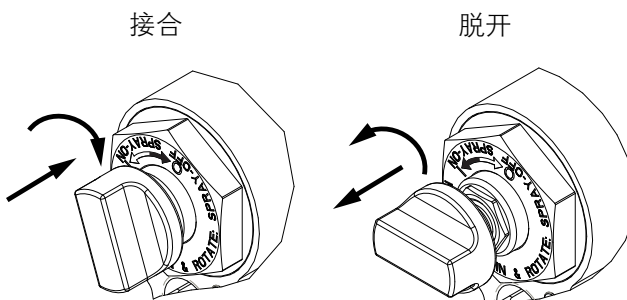

图 6 活塞安全锁
- 锁上活塞安全锁。参见图 6。
将旋钮推入并顺时针旋转。合上后，便无法启动喷枪。参见图 6。
将旋钮推入并逆时针旋转，直到旋钮弹出。旋钮与枪体之间会有间隙。参见图 6。
1. 锁上活塞安全锁。参见图 6。
1. 锁上活塞安全锁 (G)。参见图 6。